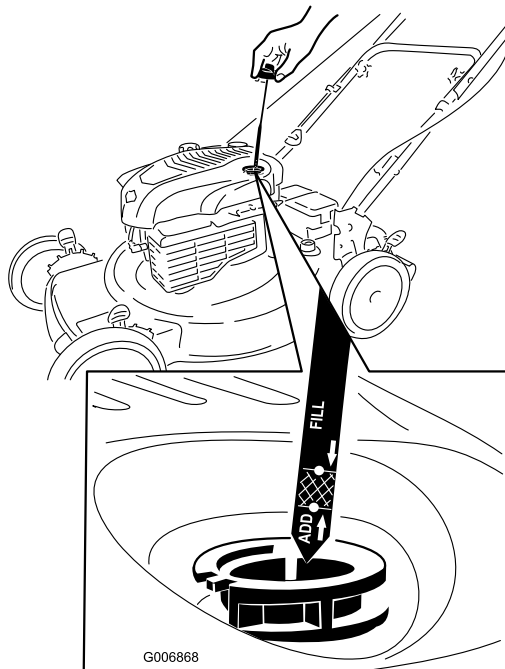

Рисунок 6
1. Извлеките масломерный щуп (Рисунок 6).
2. Медленно заливайте масло в маслозаливной патрубок до тех пор, пока уровень масла не достигнет отметки **Full (ЗАПОЛНЕНО)** на масломерном щупе (Рисунок 6). Не допускайте